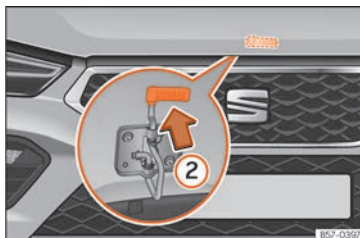

Abb. 219 Hebel unter der Motorraumklappe.
- Zum Anheben der Motorraumklappe drücken Sie den Hebel unterhalb der Motorhaube nach oben » Abb. 219 ②. Dabei wird der Fanghaken entriegelt.